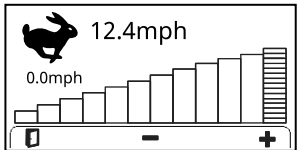

Bild 28
- **Anzeige zur Einstellung der Fahrgeschwindigkeit (Bild 28):** Drücken Sie die Taste , um diese Anzeige aufzurufen und die Höchstgeschwindigkeit einzustellen, während sich das Mähwerk in der BETRIEBSTELLUNG (angezeigt durch das Symbol ) oder in der TRANSPORTSTELLUNG (angezeigt durch das Symbol ) befindet.